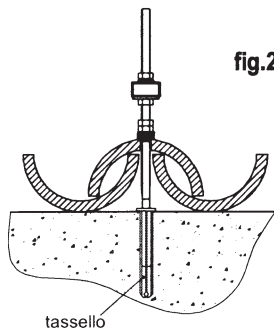

fig.2
- Montare i tiranti 2 con la vite 4 e le rondella 6 nella filettatura disponibile sul tubolare posteriore 1 come indicato in fig. 2. I tiranti devono andare in diagonale tra i supporti. I tiranti vengono perforati e tagliati su misura secondo la distanza.
- Montare il profilato d'appoggio con i collari (particolare 2 della pagina precedente) e fissare due volte nei fori filettati con la graffetta (3) e vite (5). Eseguire il procedimento per il collettore per collocamento dei tubi sotto vuoto (particolare 2 della pagina precedente).